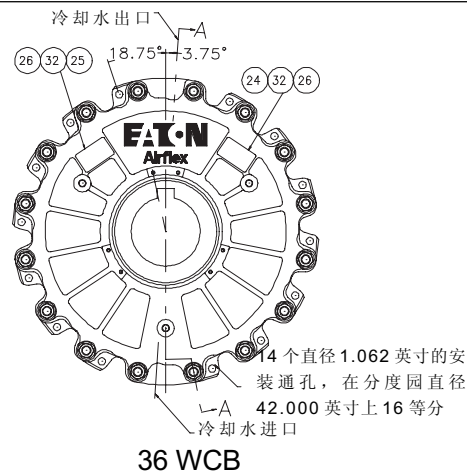

图 8
2.1.2 图 2 和图 8 以及表 1 给出了刹车距支架的安装尺寸, 注意可能需要基准槽。
确保进水口在正下方(6点钟位置),出水口位于正上方(12点钟位置)。见图2和图8。这样可以保证刹车在工作时水腔内不存在气穴,避免刹车过热。